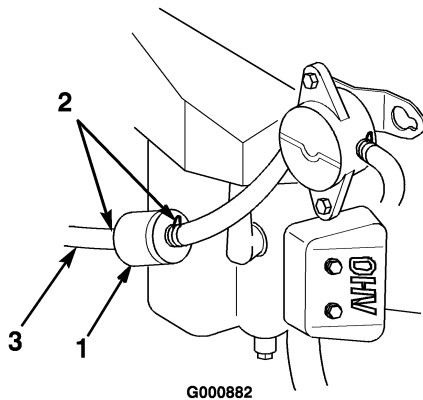

Figure 28
4. Pincez les extrémités des colliers et faites glisser ceux-ci pour les éloigner du filtre (Figure 28).
6. Posez un filtre neuf et rapprochez les colliers de fixation du filtre (Figure 28).
5. Desserrez le collier de serrage au niveau du filtre à carburant et éloignez-le du filtre en le poussant le long de la conduite d'alimentation (Figure 28).
6. Débranchez la conduite d'alimentation du filtre (Figure 28).